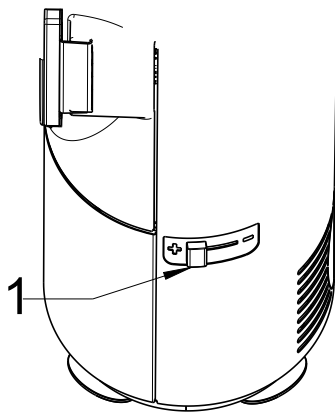

Fig. 32: primær/sekundærluftkontroll
- 9) Så snart vedkubbene brenner godt (lyse, høye flammer), kan du kontrollere lufttilførselen med primær-/sekundærluftsregulatoren (fig. 32.)